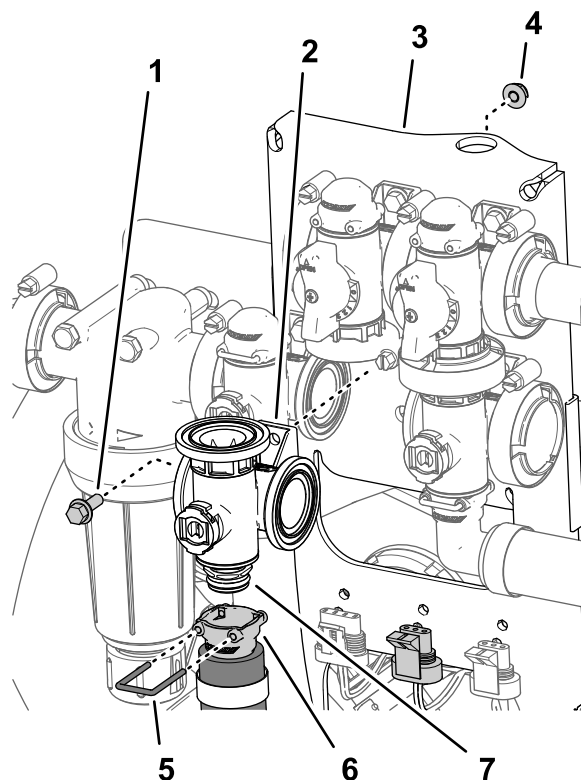

Рисунок 116
- Снимите держатель, который крепит быстроразъемное гнездо к быстроразъемной муфте коллектора клапана перемешивания (Рисунок 116).
- Отверните болт с фланцевой головкой ($\frac{1}{4} \times \frac{3}{4}$ дюйма) и фланцевую контргайку ($\frac{1}{4}$ дюйма), с помощью которых клапан перемешивания присоединяется к опоре крепления клапанов, и снимите коллектор клапана с машины (Рисунок 116).